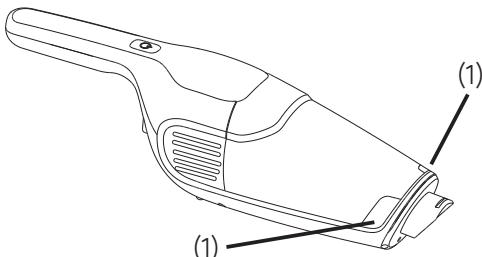

Fig. 6-1
- 1) Tag tilbehøret af underenheden, og tryk derefter venstre og højre udløserknap (2) på støvbeholder (1) på samme tid for at tage den af underenheden. (Se fig. 6-1)